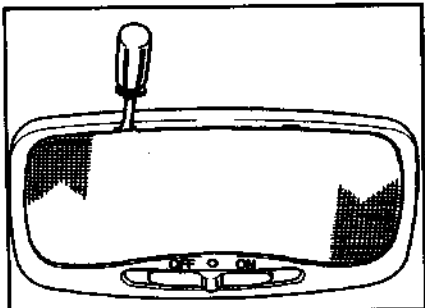

Рис. 130. Снятие стекла с корпуса потолочного плафона
1. Пользуясь плоской отверткой, осторожно отодвиньте стекла от корпуса потолочного плафона (рис. 130).